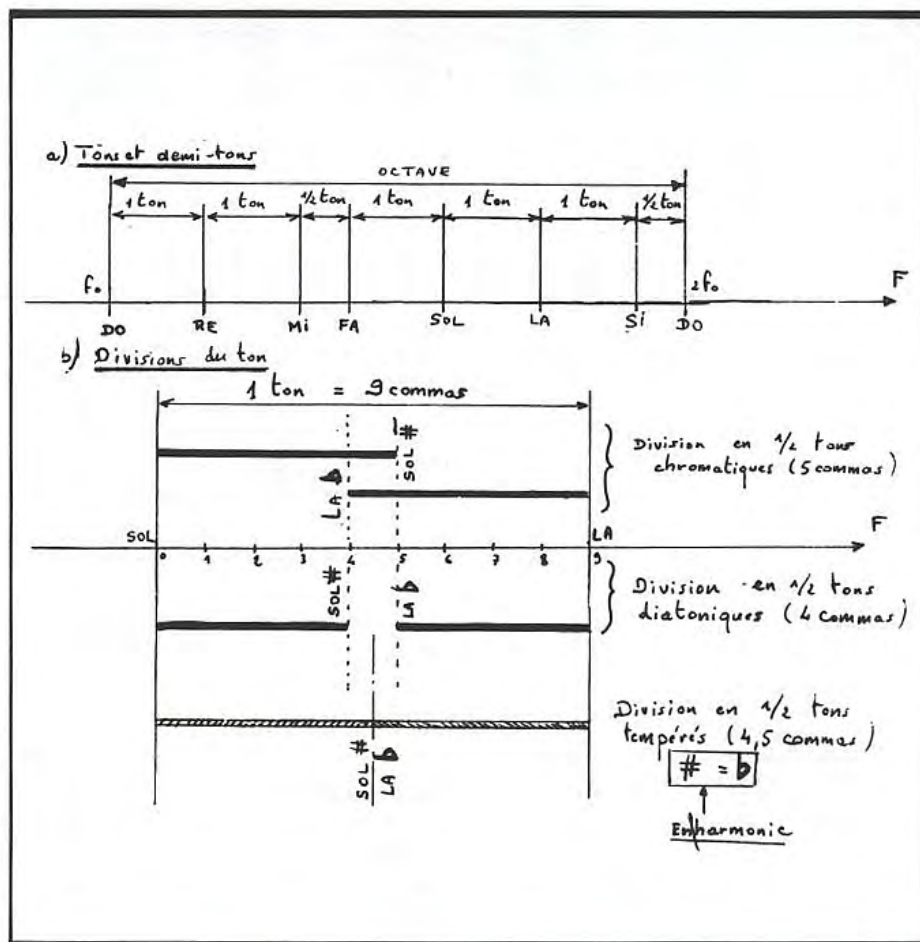

Fig. 1 Organisation du son.
a) Rappels sur la musique (fig. 1 et 2)